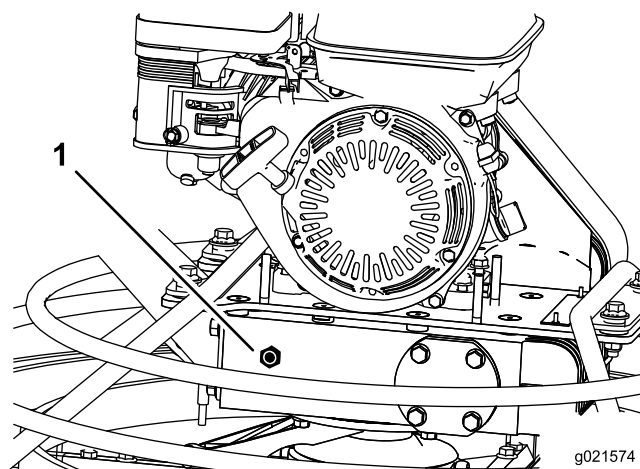

Figure 19
4. Enlevez le bouchon du boîtier d'engrenages (Figure 19).